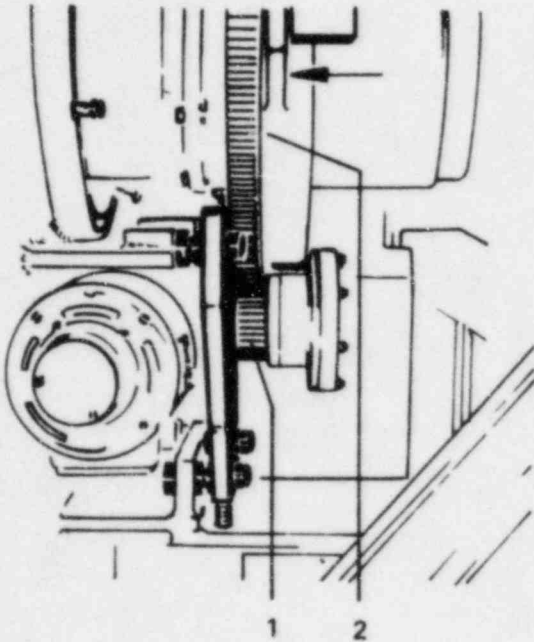
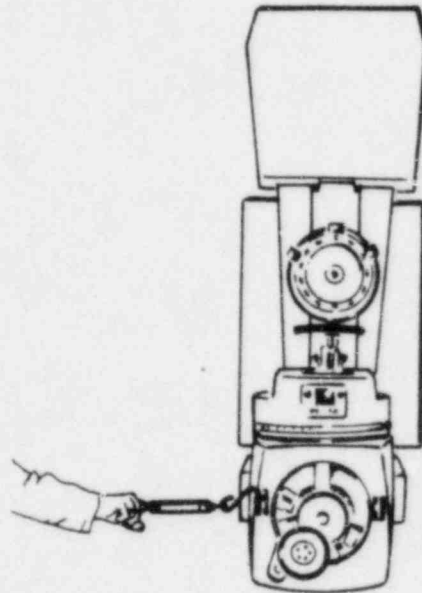

Fig. 1
Fig. 2
Bremsen für Rotationsachse (2) muß ausgerastet sein (mit Hammer in Pfeilrichtung gegen Bremse klopfen (Fig. 1)).
Mit Hilfe einer Federwaage den Kopf nach links bzw. nach rechts ziehen (Fig. 2). Die Federwaage muß in beiden Ziehrichtungen den gleichen Wert anzeigen. Sollten Differenzen der Zugkräfte auftreten, so sind die Bleiplatten nach Lösen der Muttern am Gegengewicht nach links bzw. nach rechts zu verlagern, oder eine Umschichtung innerhalb der beiden Bleipakete vorzunehmen.
Brake for rotation axis (2) must be disengaged (knock the brake with a hammer in the direction of the arrow (Fig. 1)). Position the pendulum arm vertically (head downwards). Using a spring balance, pull the head to the left and to the right. (Fig. 2). The spring balance must indicate the same value in both directions.